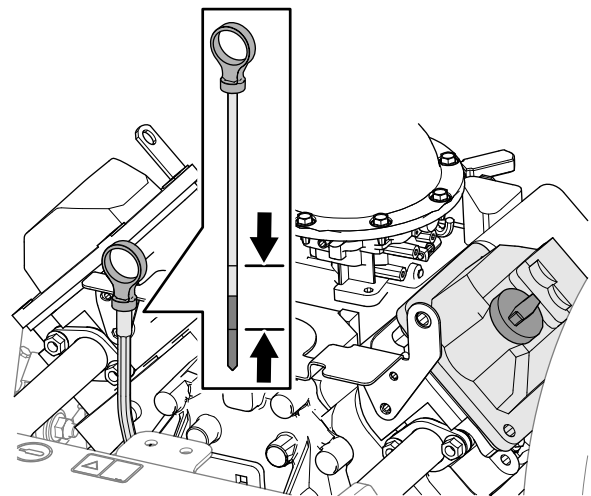

図 80
3. ヒューズブロックから交換するヒューズを外す **図 80**。